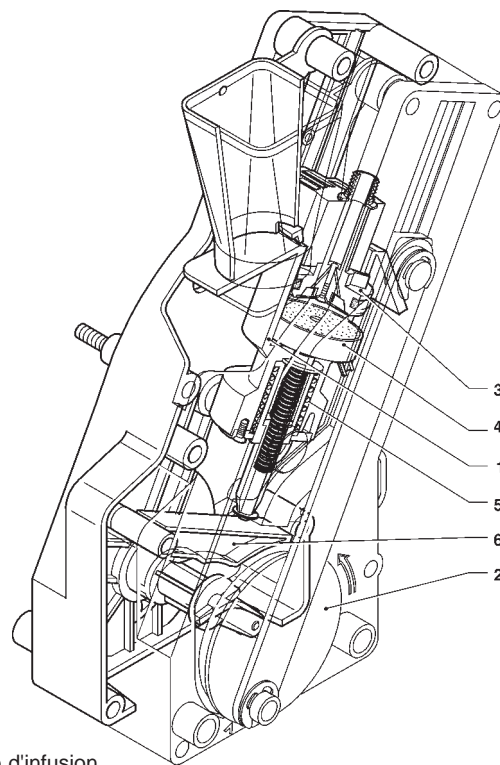

Fig. 20
La manivelle du motoréducteur enclenchée sur le disque externe (2) par rapport au groupe, tourne de 180° en provoquant l'oscillation de la chambre d'infusion et la descente du piston supérieur (3) (voir fig. 20).
En plus, en tournant le levier de réglage de dose complètement en haut il est possible de dégager la dent de la gorge sur le registre de dose (voir fig. 20) et de la placer dans une autre, compte tenu que les doses qu'on peut obtenir avec un mouture moyenne sont :